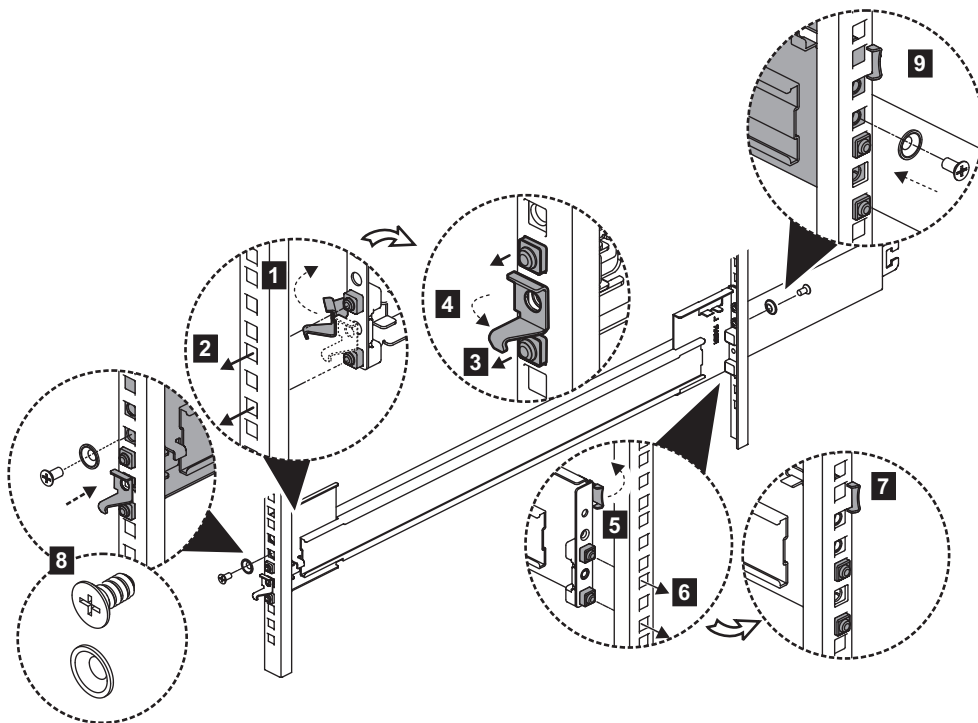

Рисунок 24. Установка скобы в стойке
7. Скопируйте внешнюю часть направляющей сзади стойки, как показано на рис. 24.